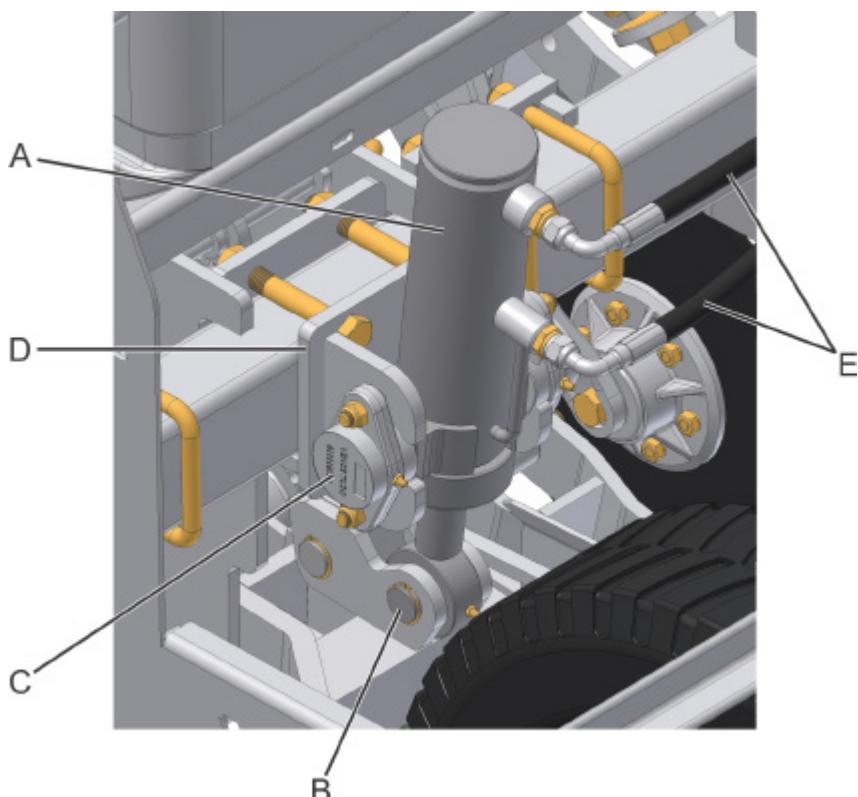

fig. 20
Para a retirada do cilindro (A) (fig. 20) fixado no suporte (D), retire as mangueiras (E), remova os mancais fundidos (C), e o pino de fixação do articulador (B).